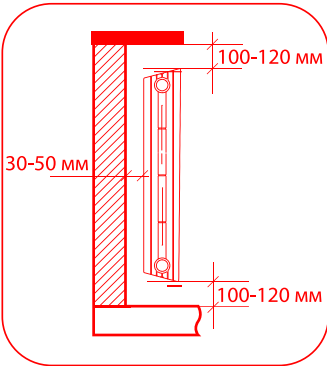

рис. 1
1. Для эффективной работы радиатора необходимо соблюдать монтажные условия, указанные на рис.1